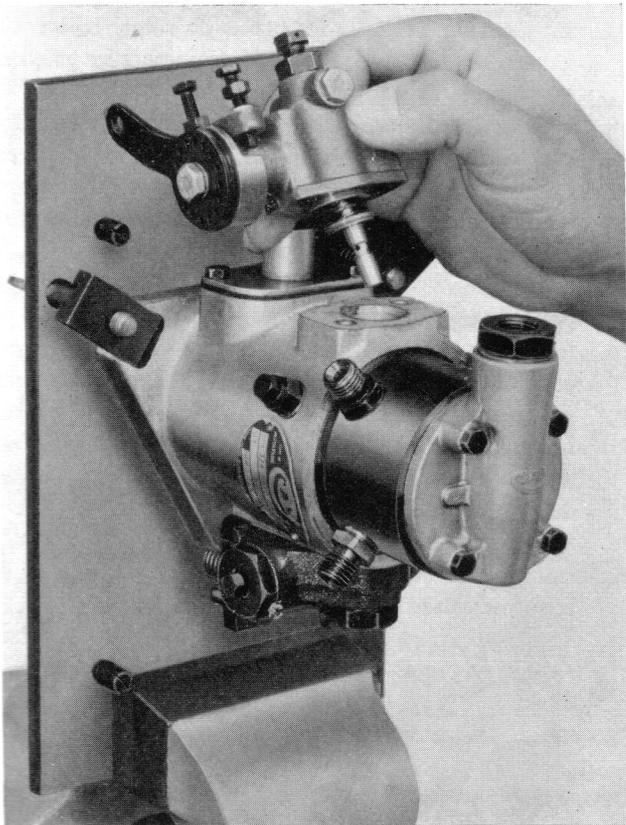

Fig. 42 Dépose d'un régulateur hydraulique à montage réversible
3. Retirer les deux vis fixant le carter de régulateur au carter de pompe; sortir l'ensemble du régulateur (Fig. 42). Jeter le joint.